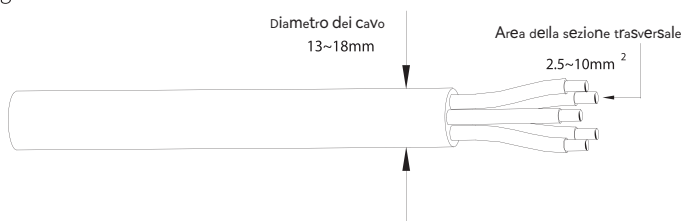

Figura 5-4
② In base alla figura 5-4, selezionare un cavo appropriato, spellare la guaina isolante del cavo AC per 50 mm e l'estremità dei fili 3L / PE / N per 8 mm.